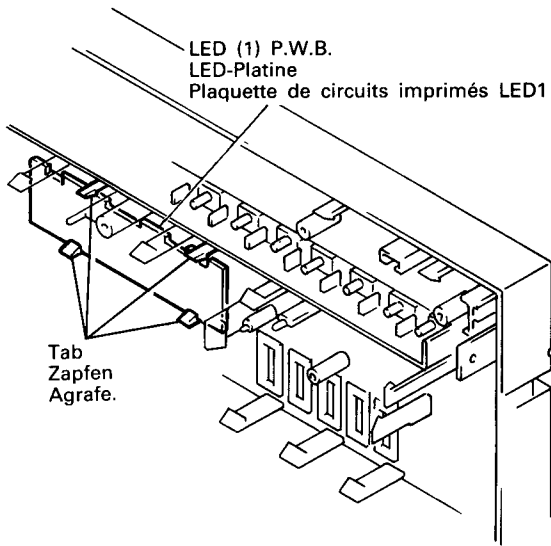

Fig. 11 Abb. 11
**12. LED-Platine (Abb. 11)**
**12. Plaquette de circuits imprimés LED 1 (Fig. 11)**